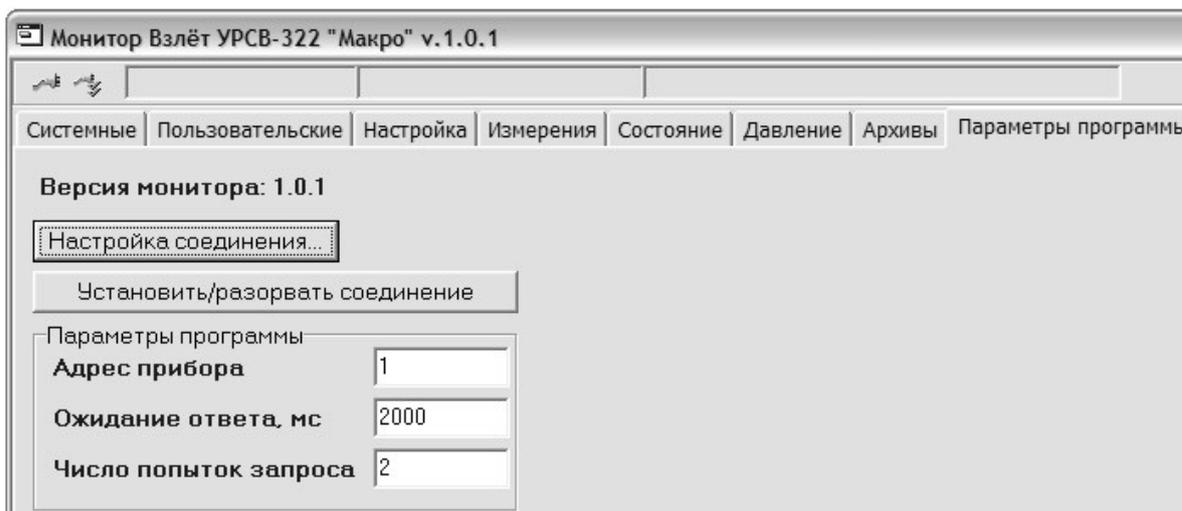
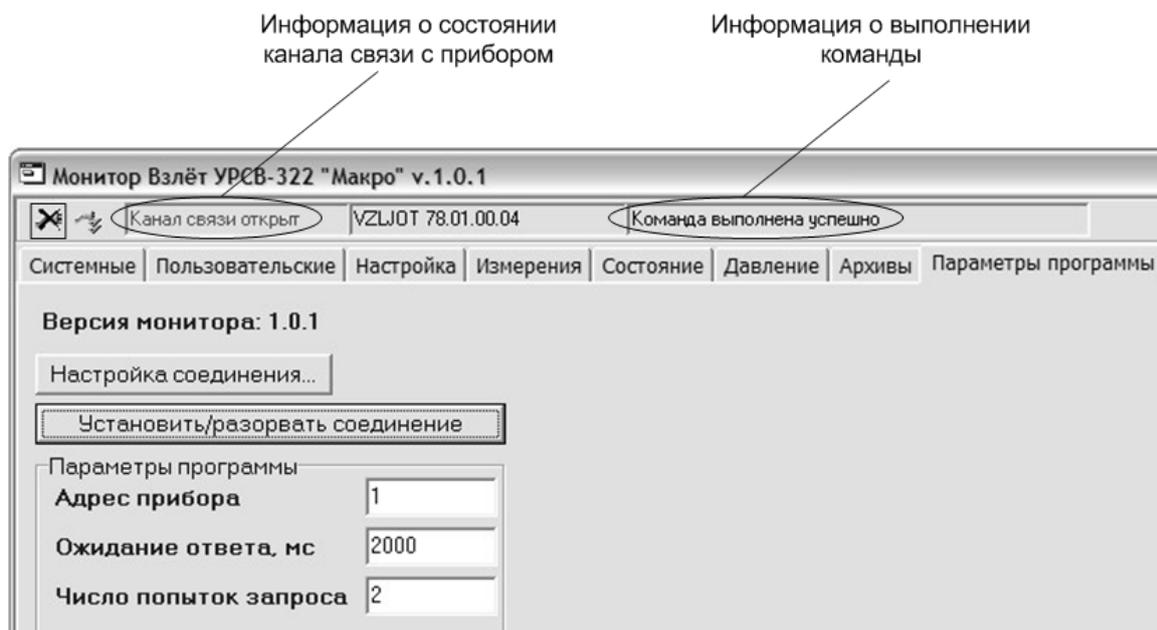

Рис.4. Окно вкладки «Параметры программы».
Рис.6. Окно вкладки «Параметры программы» после установления связи с расходомером.
- 3.1.2. Подключить сервисный кабель к разъему СЕРВИС на блоке ВП. Соединить USB-порт компьютера и разъем RS-485 сервисного кабеля через адаптер сигналов USB-RS232/485. На компьютере запустить файл УРСВ-322.vpr. На экране монитора появится окно с вкладкой «**Параметры программы**» (рис.4):
3.1.3. Установить связь с расходомером, нажав кнопку **Установить / разорвать соединение** (рис.4). При удачном завершении операции вид окна изменится (рис.6).
3.1.13. При наличии нескольких расходомеров, объединенных в сеть по интерфейсу RS-485, перейти в окно вкладки **Параметры программы** (рис.4) и выполнить настройку адресов и временных задержек для корректной связи с другими расходомерами в сети.